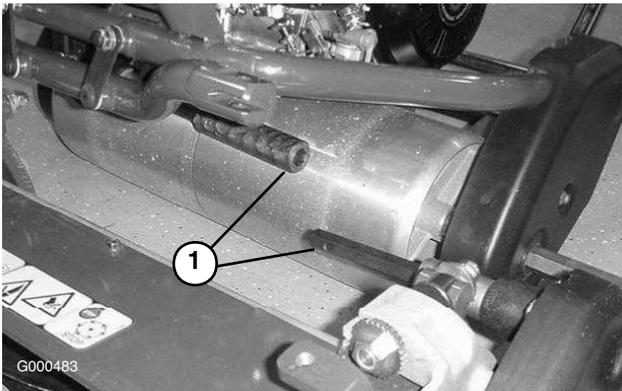

Bild 46
6. Ziehen Sie das Mähwerk ungefähr 5 cm nach vorne und dann nach rechts, um die Getriebekupplung auszukuppeln (Bild 46).